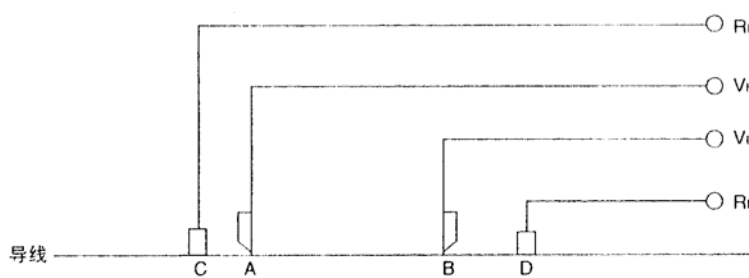

图 5
4.2.3.2 导线和导体的测法，建议用专用导线测试设备和 SB2230 配合在一起使用，基本原理如图 5，如测导线 A、B 两点之间的电阻。恒流源电流 I_0 的方向是从 $R_H \rightarrow C \rightarrow A \rightarrow B \rightarrow D \rightarrow R_L$ ，A、B 之间的压降即用电阻值来表示。